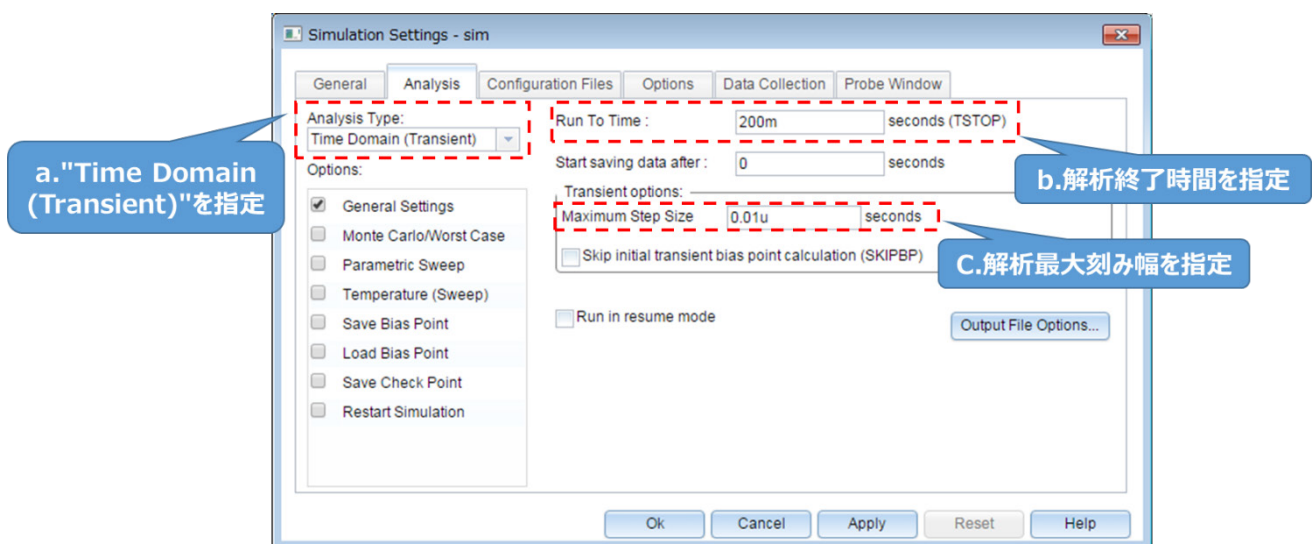

図 5.3 「Simulation Settings」-「Analysis」画面
- (2) 1.の手順後、図 5.3 の「Simulation Settings」ウインドウが表示され、各種解析設定が可能になります。まずは「Analysis」タブにて解析方法の設定を行います。「Analysis Type」は「Time Domain (Transient)」を指定してください。「Run To Time」で解析終了時間を指定し、「Maximum Step Size」にて解析における最大刻み幅を指定してください。